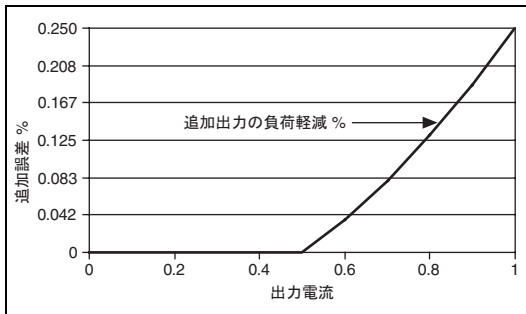

図 1 精度軽減 vs. 負荷電流
* niDCPower を使用して、平均するサンプルプロパティ / 属性は 300 に設定。最大 500 mA の出力電流に適用。500 mA 以上の出力電流については、図 1 の軽減に関する情報を参照してください。